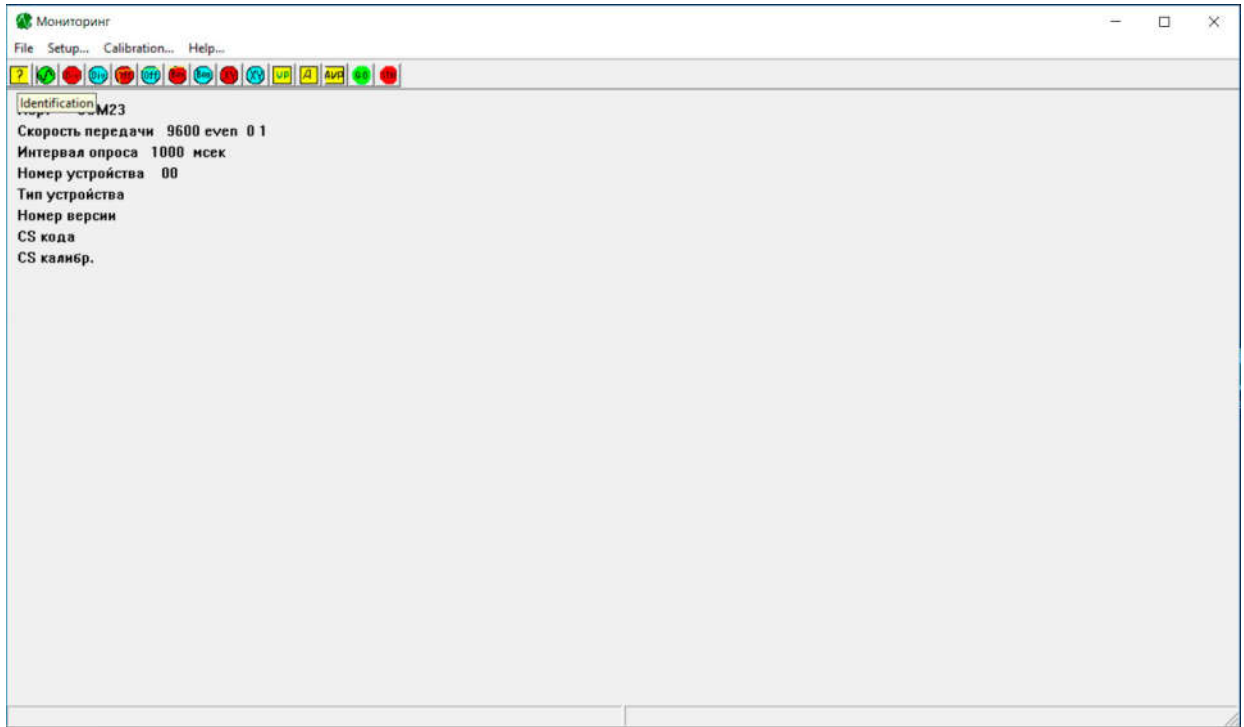
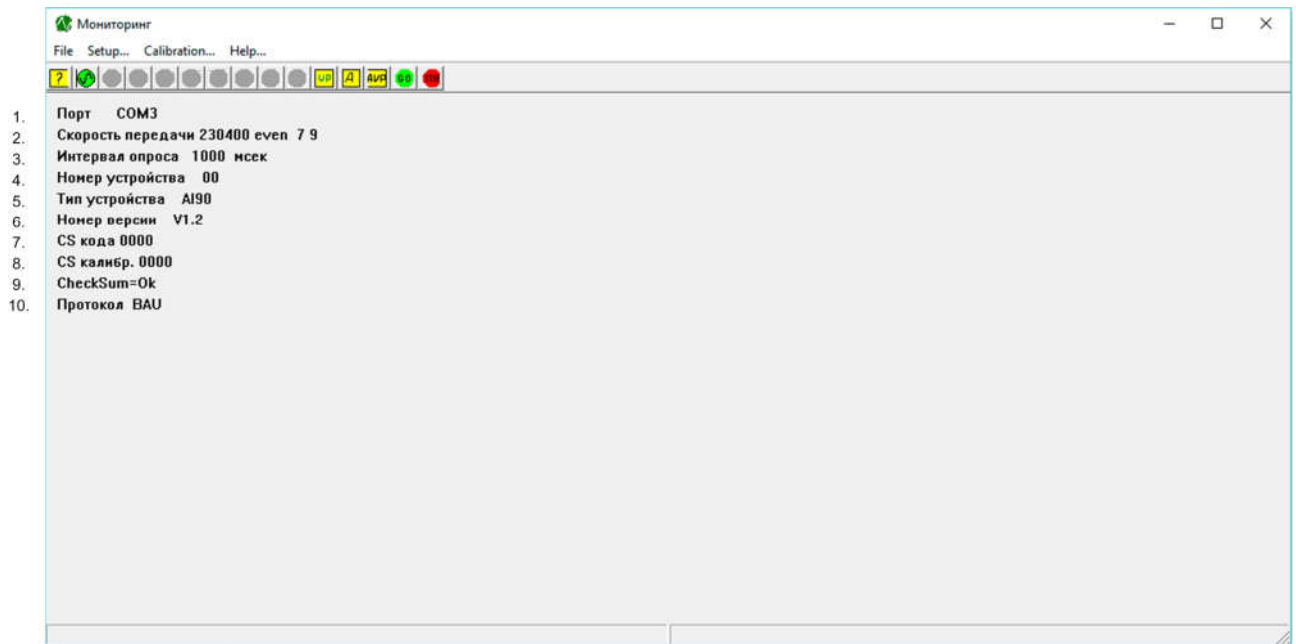

Рис. 3.4. Запуск идентификации подключенного акселерометра.
Рис. 3.5. Результат идентификации подключенного акселерометра.
**Операция:** Для первичного чтения параметров (идентификации) подключенного устройства необходимо выполнить запуск идентификации (Рис. 3.4). Основное окно программы после выполнения идентификации при подключенном деформометре приведено на Рис. 3.5.